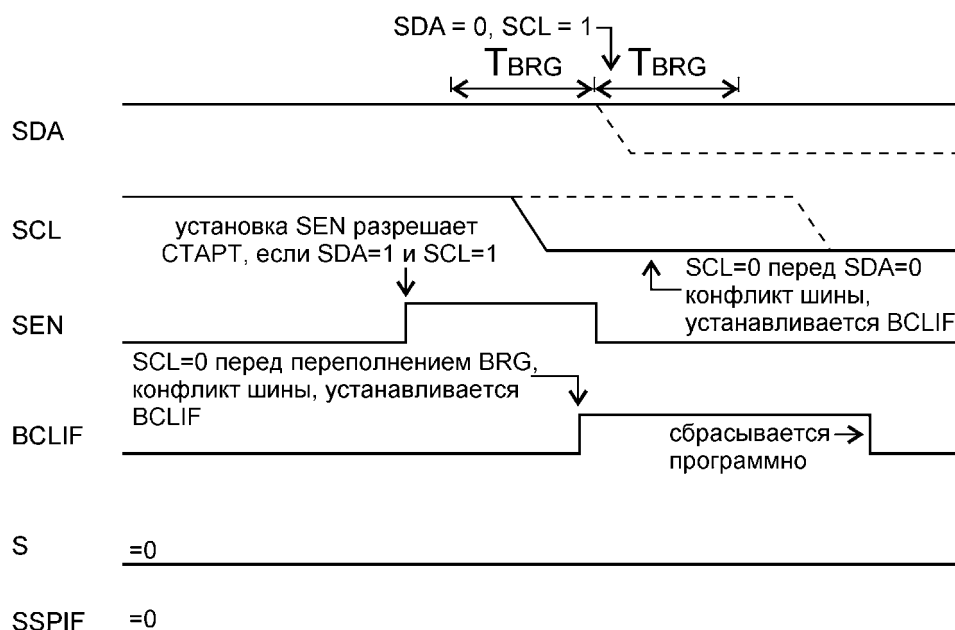

Рис. 73 Конфликт шины во время формирования состояния «СТАРТ» (SCL=0)
2. на SCL низкий уровень появляется раньше, чем на SDA (см. Рис. 73)